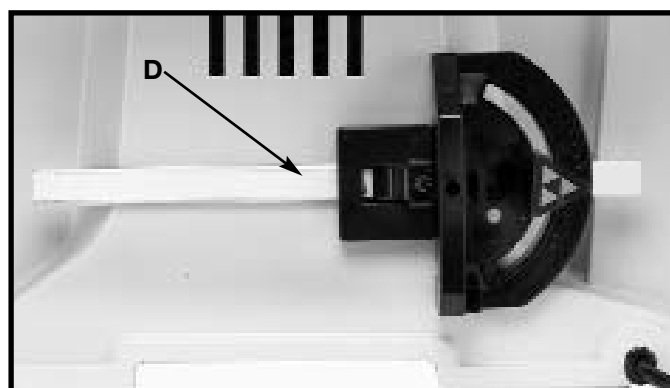

Fig. 23
3. La Fig. 23 ilustra la escuadra de ingletes (D) insertado en el portador de la escuadra de ingletes cuando no se encuentra en uso.